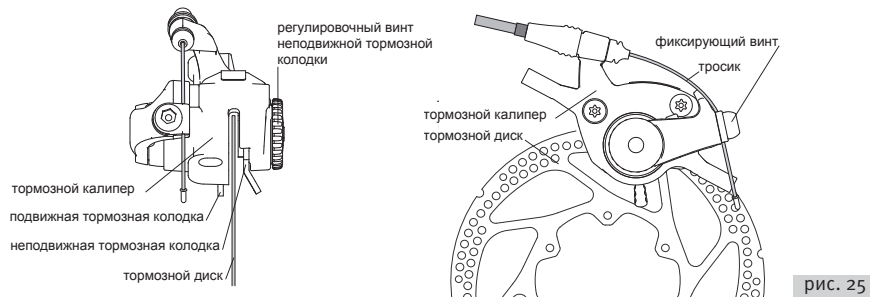

рис. 25
- 3.9.2. Используя визуальные методы контроля, установите калипер дискового тормоза таким образом, чтобы тормозная поверхность колодок была строго параллельна плоскости тормозного диска, зафиксируйте болты калипера (5-8 Н/м) (рис. 25).